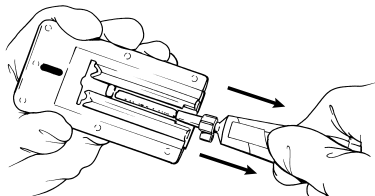

FIGURA 4
- 6a. Applicare una striscia continua di gel su ciascuna striscia di tessuto (vedere Figura 4).